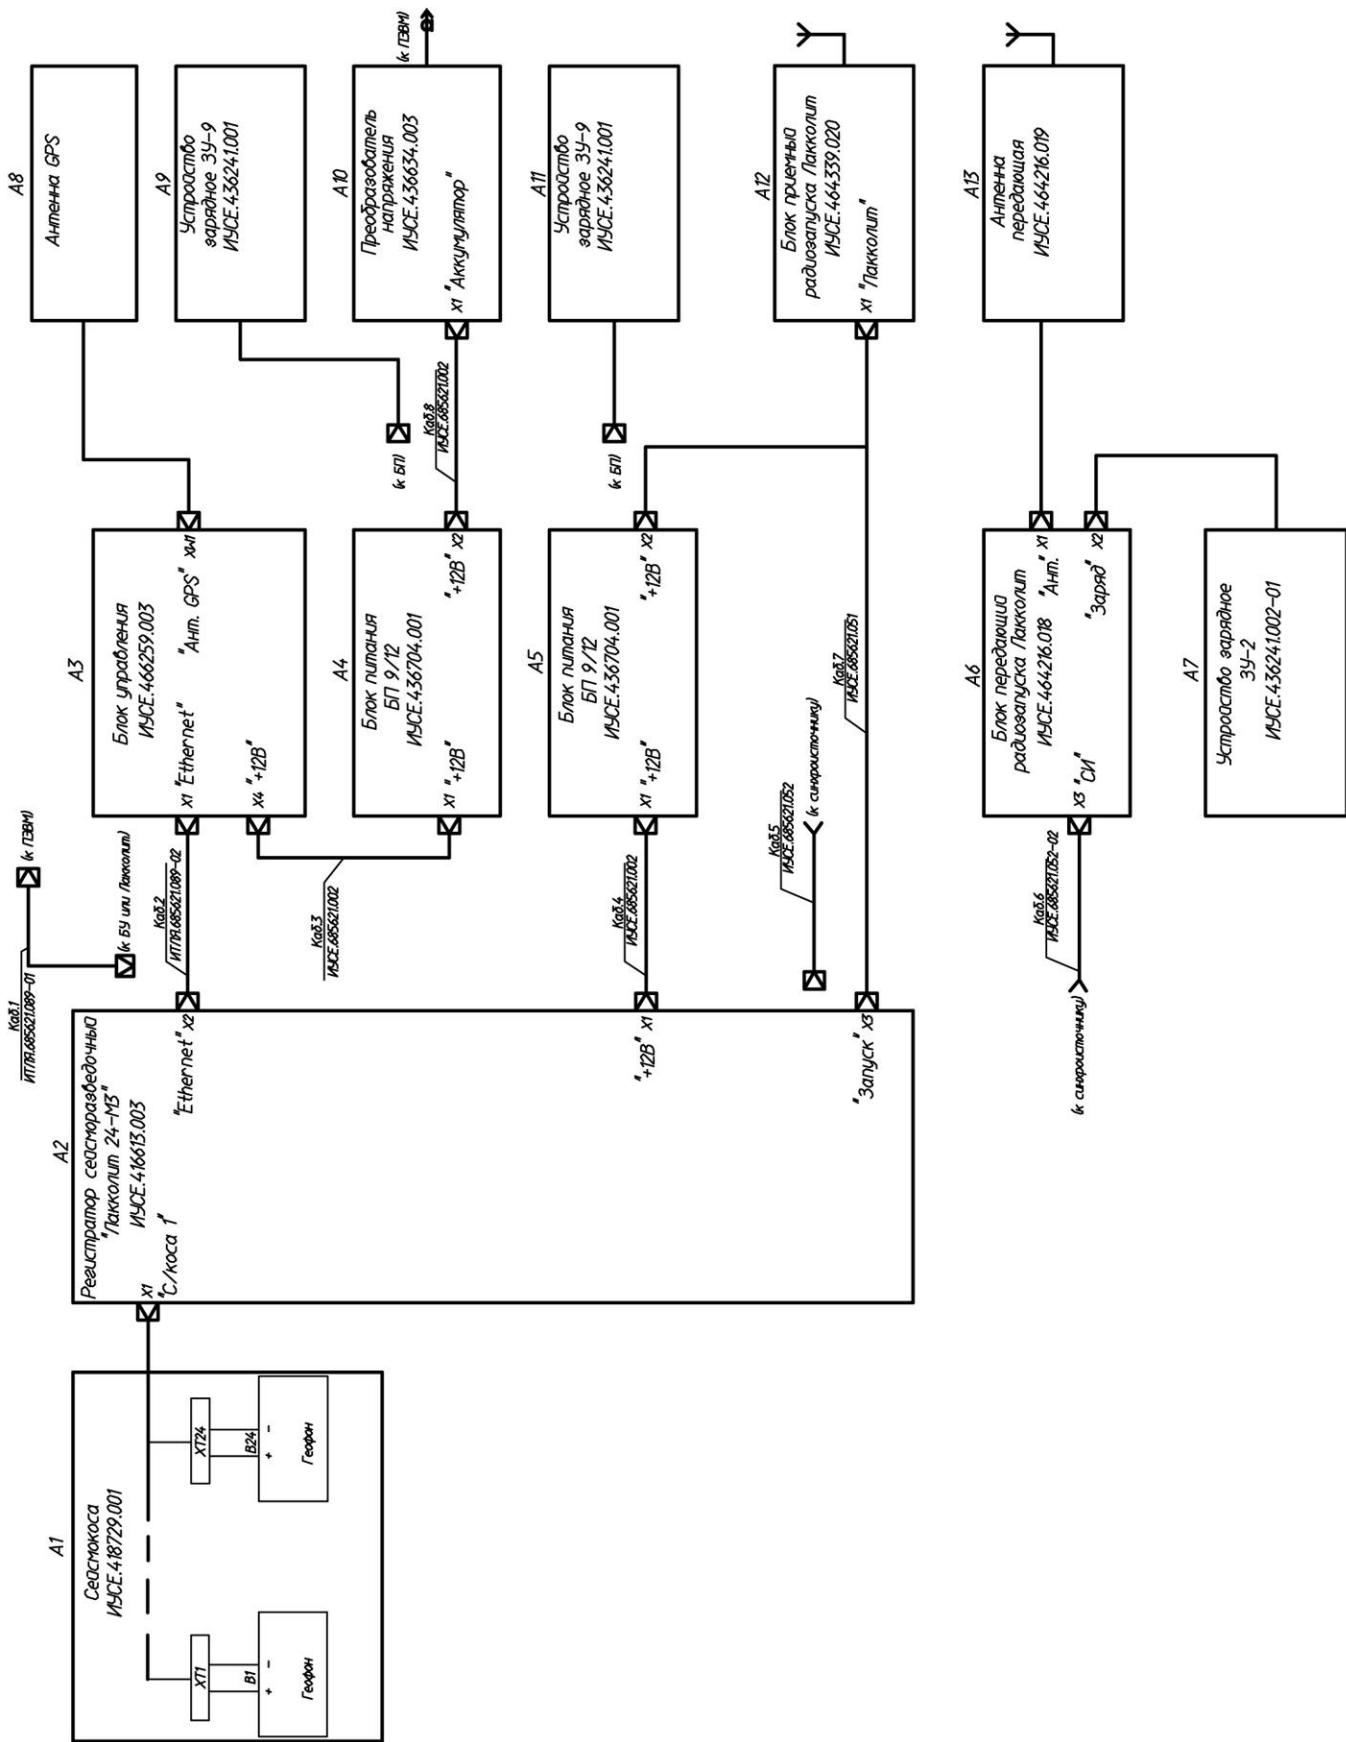

Рис. 1.
- 1) Соединить Регистратор с устройствами, входящими в Станцию, в соответствии со схемой, указанной на рис. 1 для варианта без коммутатора каналов или на рис. 2 для варианта с коммутатором каналов.